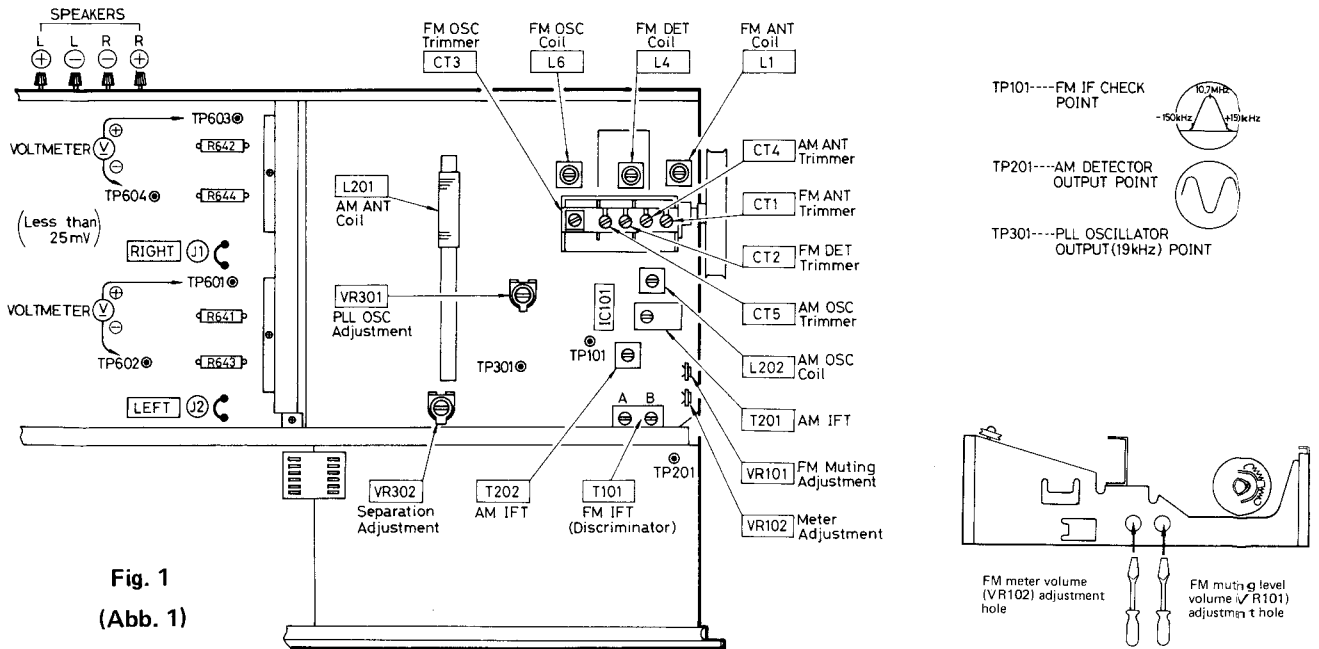

Fig. 1 (Abb. 1)
2. Connect the DC voltmeter as shown in "Alignment Points". (Fig. 1)
2. Schließen Sie den Gleichstrom-Voltmeter an, wie in Abb. 1 des Justierpunkte-Diagramms gezeigt.